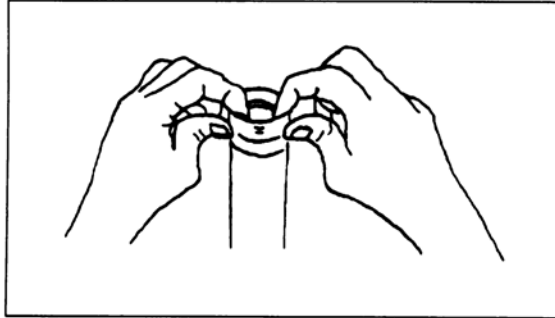

Bild 178
- Standrohrbuchse von Hand auf Standrohr anbringen (Bild 178).